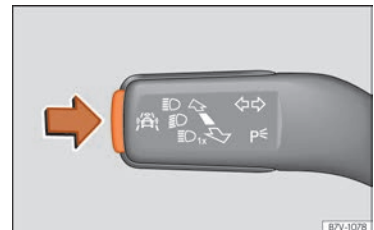

Abb. 48 Am Blinker- und Fernlichthebel: Taste für die Fahrerassistenzsysteme.
- Drücken Sie kurz die Taste **»» Abb. 48** in Pfeilrichtung, um das Menü **Assistenten** aufzurufen.